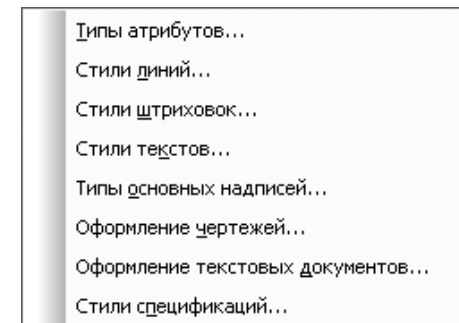

Рис. 5.114. Всплывающее меню пункта **Библиотека стилей** пункта **Сервис** главного меню в режиме создания **Технических требований**
- **Библиотека стилей** вызывает всплывающее меню (рис. 5.114).